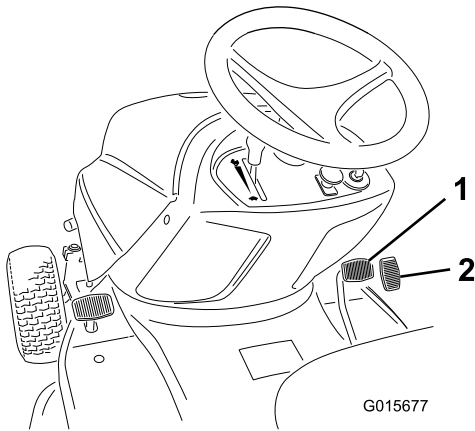

Figura 14
2. Mettete il piede sul pedale di comando della trazione e premete lentamente per spostarvi in avanti (Figura 14).
2. Mettete il piede sul pedale di comando della retromarcia e premete lentamente per spostarvi indietro (Figura 14).